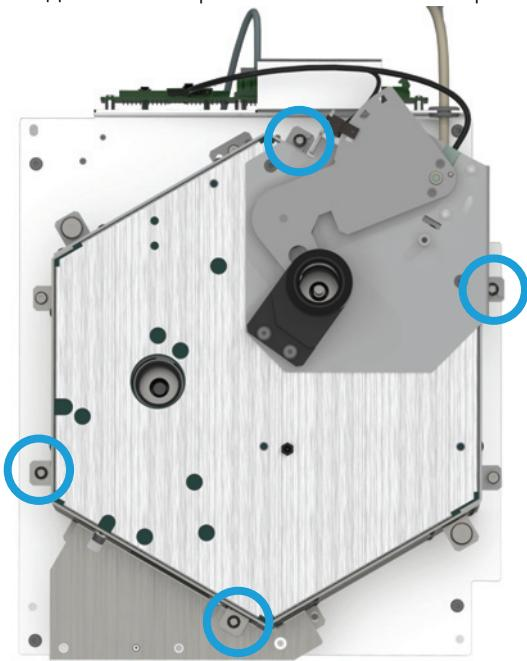

Рис. 12.   Удаление винтов T-20 Torx с верхней панели термостата
- a   Удалите четыре винта T-20 Torx с верхней панели термостата (**Рис. 12**).